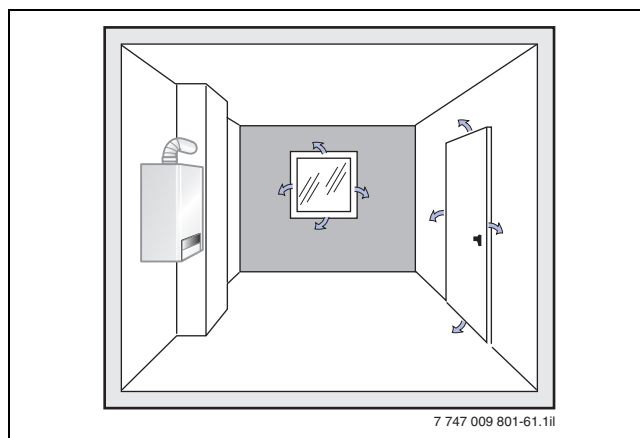

Bild 61 Verbrennungsluftversorgung über Außenfugen des Aufstellraumes
- Der Aufstellraum muss mindestens eine Tür oder ein Fenster ins Freie haben, die sich öffnen lassen (→ Bild 61).
- U154-24 (K) eine Grundfläche von 38,4 m²
- U154-20 (K) eine Grundfläche von 32,0 m²